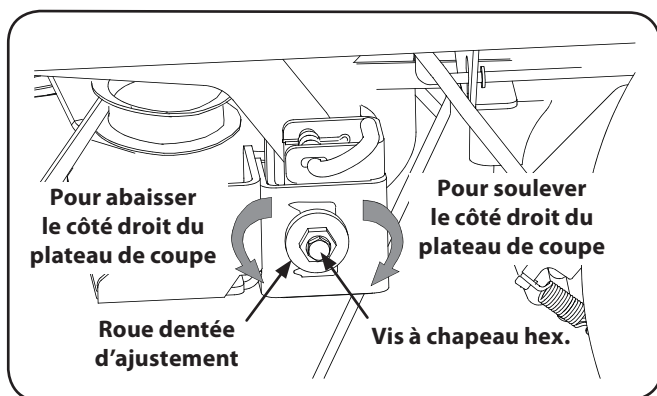

Figure 6-5
- Desserrez (sans l'enlever) la vis à chapeau hex. du support d'accrochage droit du plateau de coupe. Voir la Figure 6-5.
- Mettez le plateau de coupe de niveau en utilisant une clé pour tourner la roue de réglage (qui se trouve juste derrière la vis à chapeau hex. que vous venez de desserrer) vers la droite pour abaisser le côté droit du plateau de coupe ou vers la gauche pour le relever. Voir la Figure 6-5.